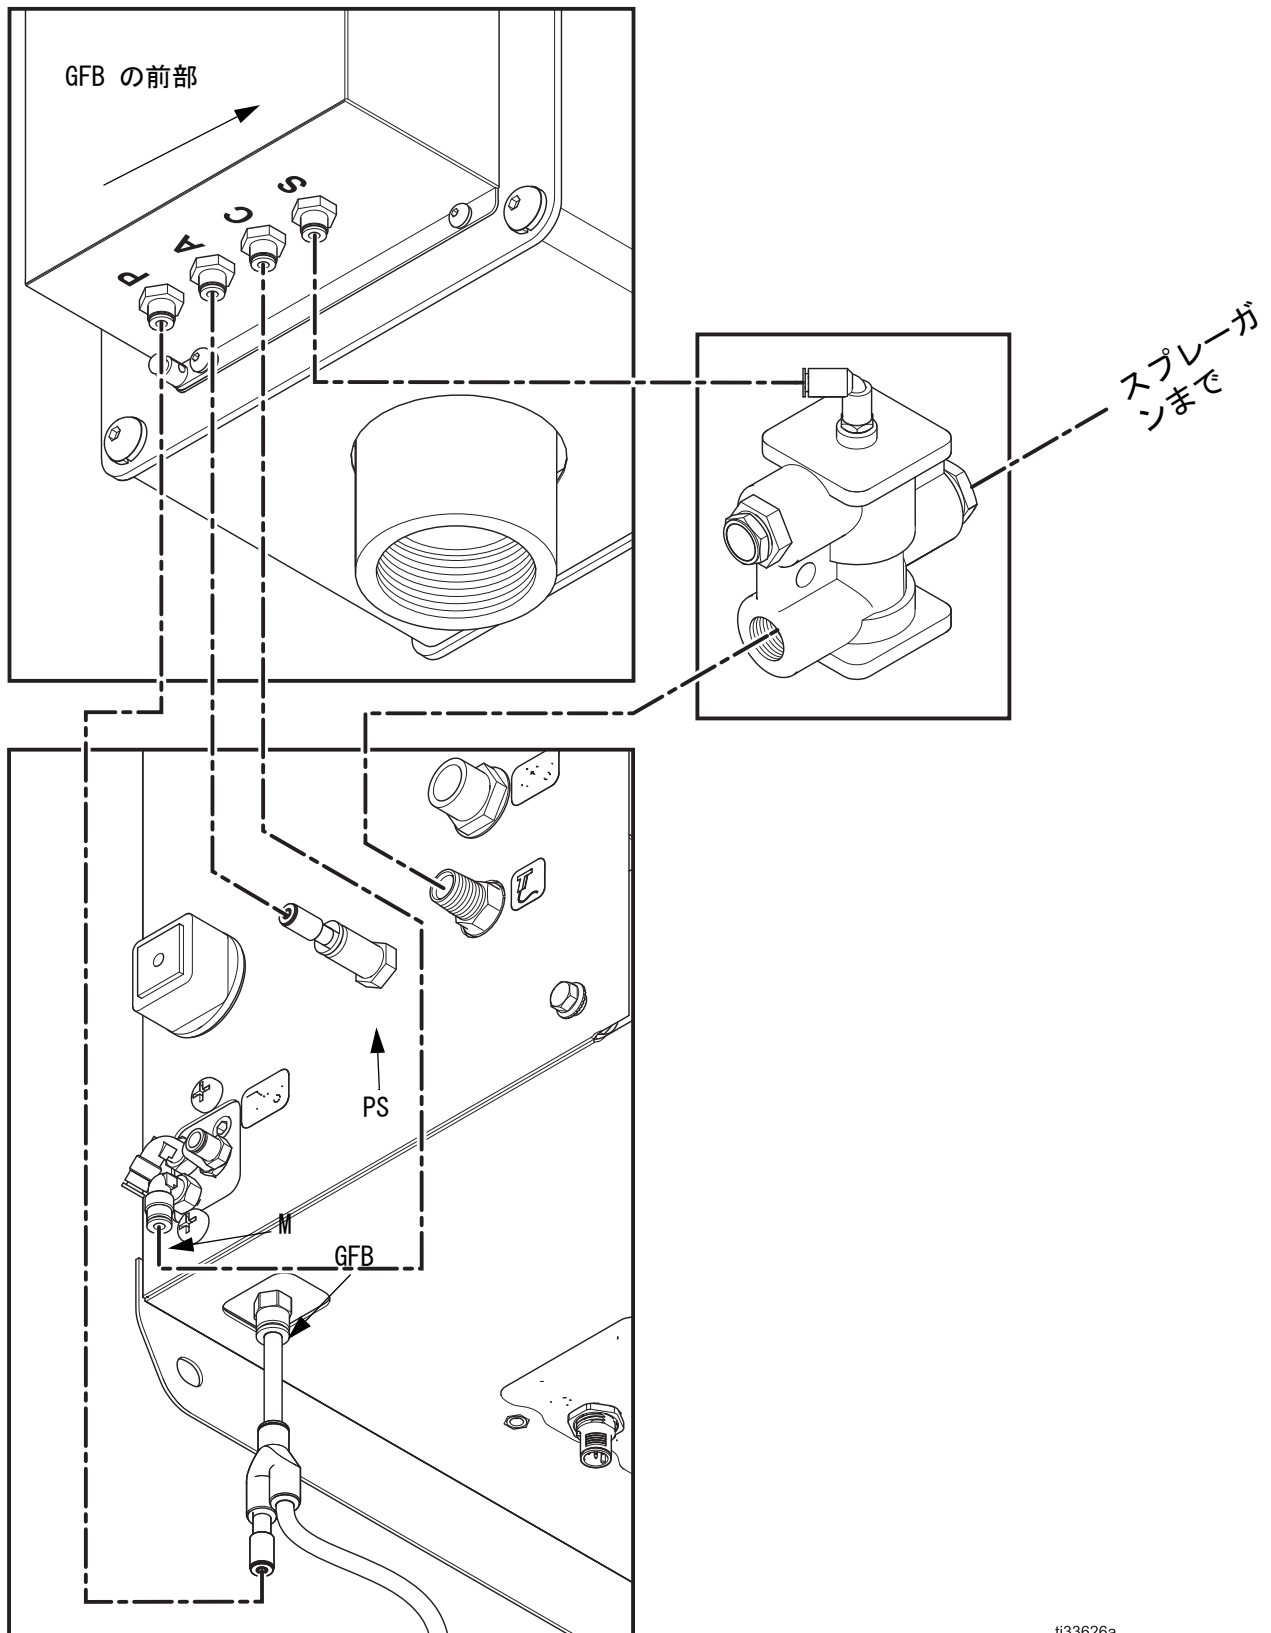

図 24: GFB ソレノイド、エアマニホールド、圧カスイッチ、エアフロースイッチ接続 (ProMix PD2K で図示)
2. ProMix PD2K エアフロースイッチから安全遮断バルブ IN ポートまで、ガン噴霧化エアを接続します。図 13 および 図 24を参照してください。
1. P 金具からガン洗浄ボックスソレノイド (GFB、図 24) 出力まで。清潔で、乾燥したエア供給を使用します (10 ミクロンまでフィルタ)。
2. A 金具から圧カスイッチエア入力まで (PS、図 24)。
3. C 金具からエア供給マニホールドまで (M、図 24)。